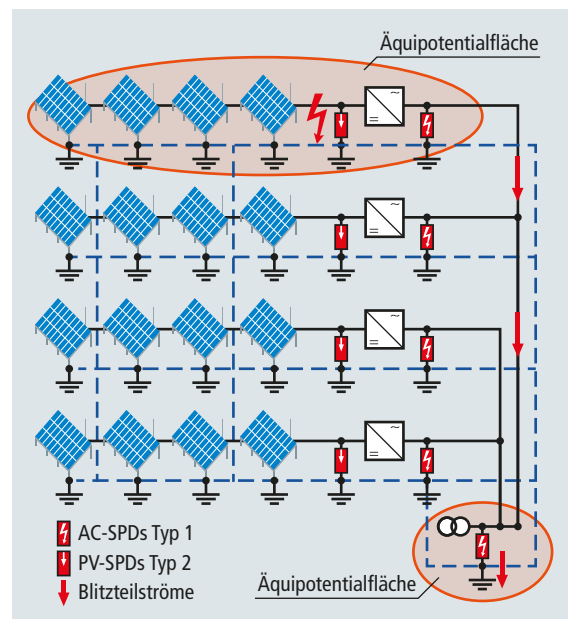

Bild 11 Blitzstromverteilung bei PV-Freiflächenanlage mit Stringwechselrichter
Im Beiblatt 5 wird erläutert, dass abhängig von der energietechnischen Verkabelung (String- oder als Zentralwechselrichter) die Blitzstromverteilung beeinflusst wird. Ergänzend zum Beiblatt 5 zeigt **Bild 11** die beispielhafte Darstellung der Blitzstromverteilung bei Stringwechselrichtern. Auch bei Stringwechselrichtern wirkt die energietechnische Verkabelung als Potentialausgleichsleiter zwischen dem „lokalen“ Erdpotential des Modulfelds, in dem der Blitzeinschlag erfolgte, und der „fernen“ Äquipotentialfläche des Einspeisetransformators. Der Unterschied zur Anlage mit Zentralwechselrichter liegt nur darin, dass bei Anlagen mit Stringwechselrichtern die Blitzteilströme auf den AC-Leitungen fließen. Dementsprechend sind Typ 1 SPDs auf der AC-Seite der Stringwechselrichter und der Niederspannungsseite des Einspeisetransformators zu installieren. Das Mindestableitvermögen von Typ 1 SPDs ist, abhängig von der SPD-Technologie, in **Tabelle 1** aufgeführt. Auf der DC-Seite der Stringwechselrichter sind Typ 2 SPDs wie z. B. DEHNguard M YPV 1500 FM ausreichend. Dieser Ableiter ist in 2 Varianten für Systemspannungen  $\leq 1170\text{V}$  und  $\leq 1500\text{V}$  erhältlich. Die Stringwechselrichter und das damit verbundene Modulfeld bilden bei entsprechend nach Beiblatt 5 ausgeführtem Erdungssystem eine lokale Äquipotentialfläche, sodass auf der DC-Verkabelung keine Blitzströme zu erwarten sind, sondern die Ableiter im Wesentlichen induzierte Störimpulse begrenzen. Sie übernehmen damit auch den Überspannungsschutz der Module in räumlicher Nähe. In sogenannten AC-Sammelverteilern werden mehrere Wechselstrom-Ausgänge dieser Outdoor-Wechselrichter zusammengefasst und abgesichert. Werden dort Überspannungsschutzgeräte vom Typ 1, beispielsweise DEHNshield ... 255 (FM), eingesetzt, schützen diese alle Wechselrichterausgänge in einer Entfernung bis zu 10 m (leitungsgebunden). Die weitere AC-Feldverkabelung wird im Betriebsgebäude zusammengeführt. Der leistungsfähige Typ 1 + Typ 2 Kombi-Ableiter DEHNventil schützt an diesem Knotenpunkt die geforderten elektrischen Ausrüstungen für den Netzübergabepunkt. Weitere Betriebseinrichtungen wie NA-Schutz, Alarmzentrale oder Web-Server, die weniger als 10 m (leitungsgebunden) von diesem SPD entfernt sind, werden bezüglich ihrer Netzversorgung ebenfalls geschützt (**Bild 12**).